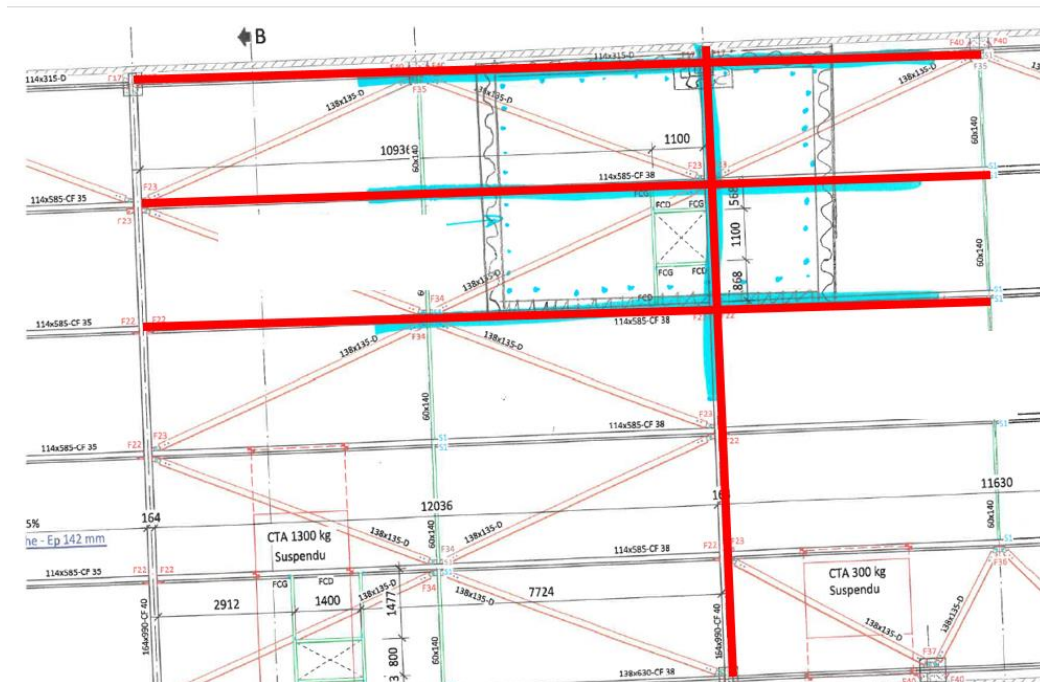

Figure 6 : Protection charpente bois
- pour garantir la stabilité de la charpente en bois, cette dernière doit être protégée thermiquement par un produit adapté, voir Figure 6. (Flocage ou protection par encoffrement selon un procès-verbal en cours de validité) ;